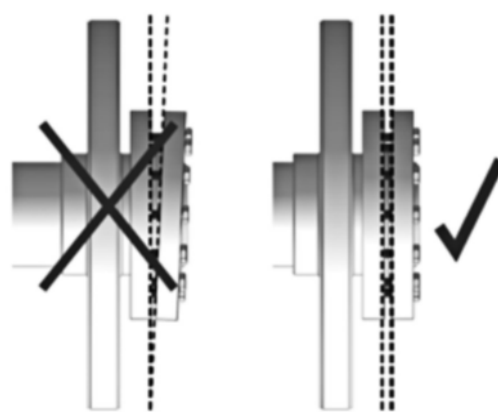

Figura 9 - Paralelismo de los anillos
- Luego del montaje del disco, recomendamos hacer una marca de referencia en el disco y en el eje del reductor. Ver figura 9.